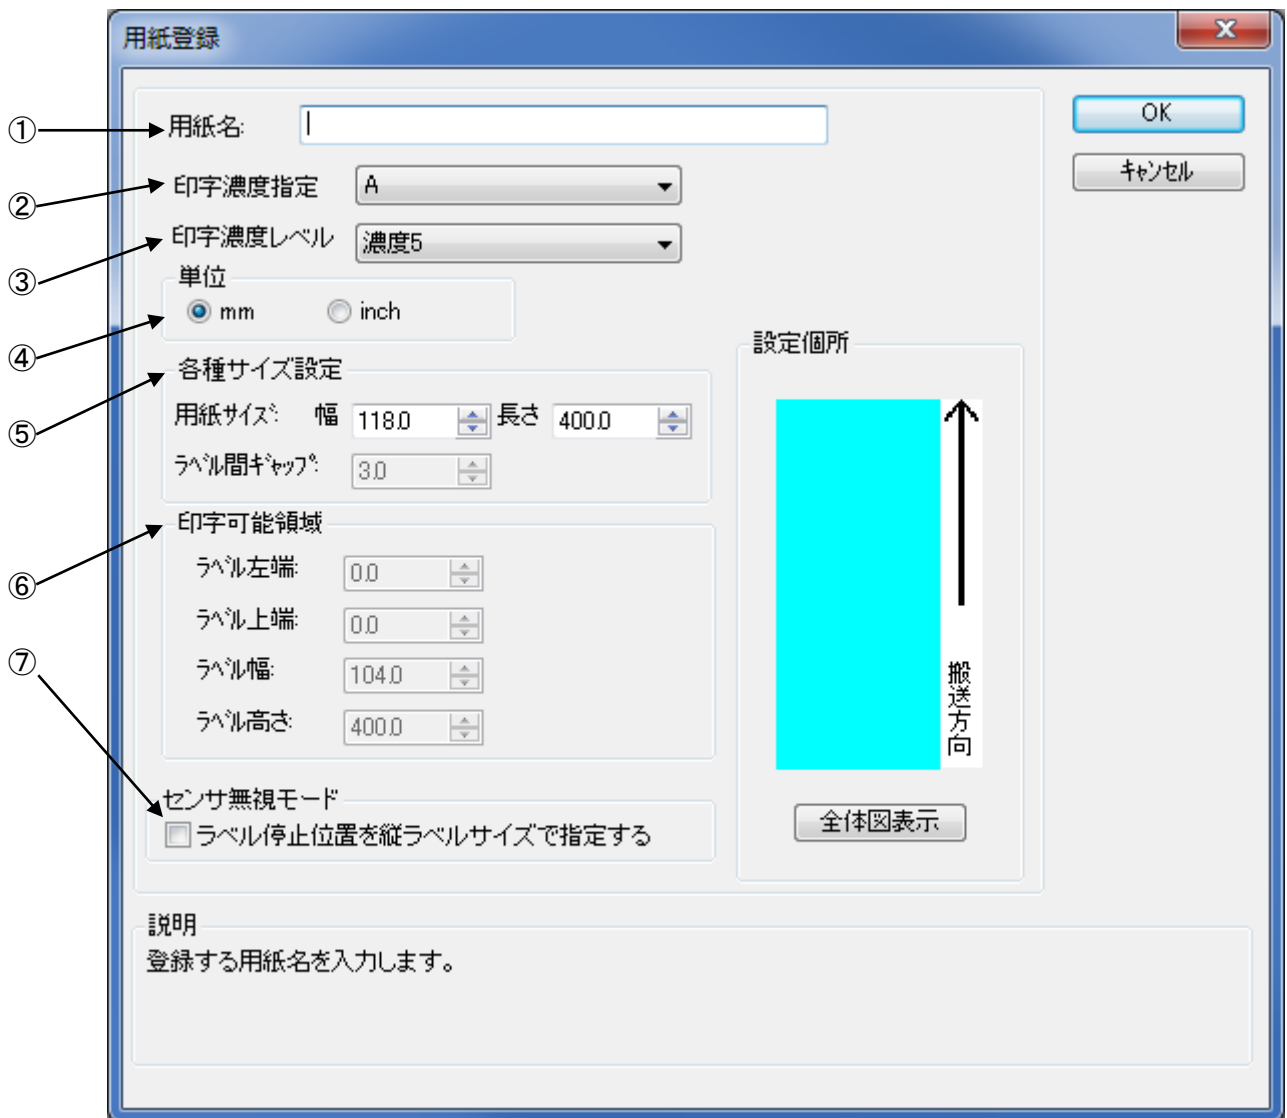
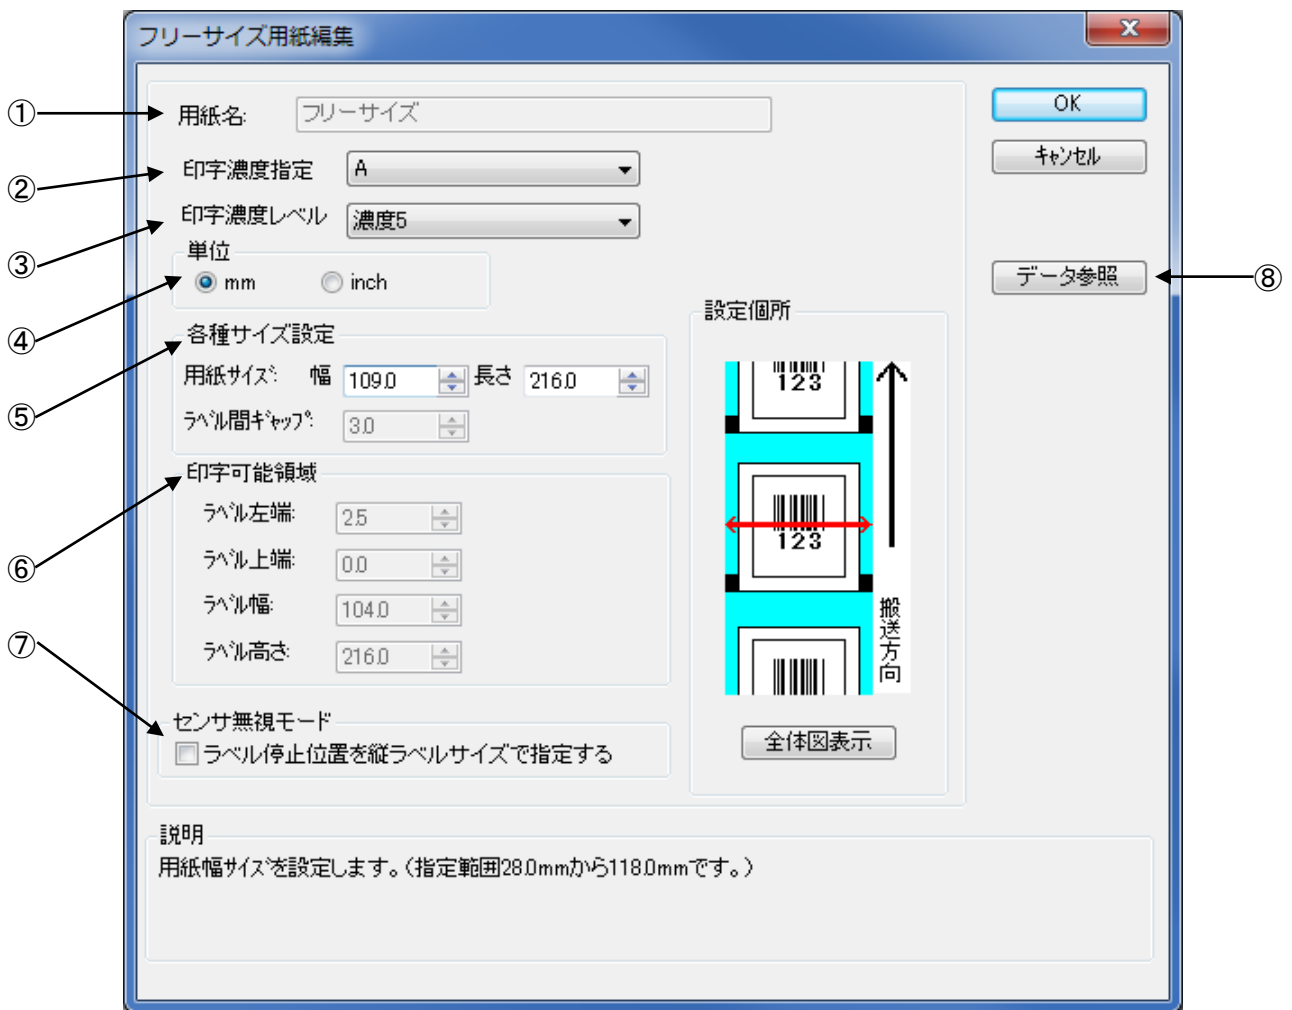

図 1.3.2 用紙登録画面
図 1.3.3 フリーサイズ設定画面
- ①使用する用紙を選択します。使用する用紙が登録されていない場合は⑤「用紙登録」により登録してください。
- ②用紙搬送方向に対する印刷方向を設定します。
- ③印字レイアウトの基点を補正します。通常は0です。
- ④各仕様のプリンタにおける、用紙搬送量を補正します。
- ⑤「用紙登録」ボタンをクリックすることにより、図 1.3.2 に示す「用紙登録」画面が表示されます。「用紙編集」をクリックした場合は選択された用紙の編集になります。
- ⑥チェックしておくことにより、「用紙登録」を選択した際の初期値に、「用紙名」に表示されている用紙の 設定値を適用します（フリーサイズの設定値は適用できません）。
- ⑦「用紙名」に表示されている登録済み用紙を削除します。
- ⑧「フリーサイズ」用紙の編集をします。図 1.3.3 に示す画面が表示されます。
- ⑨フリーサイズの用紙 ID をレスプリ互換にする場合に ON にします。通常は、OFF のままで問題ありません。
- ⑩ON の場合 : Ver9 までの用紙設定入力モードで、印字可能領域を任意に入力できます。